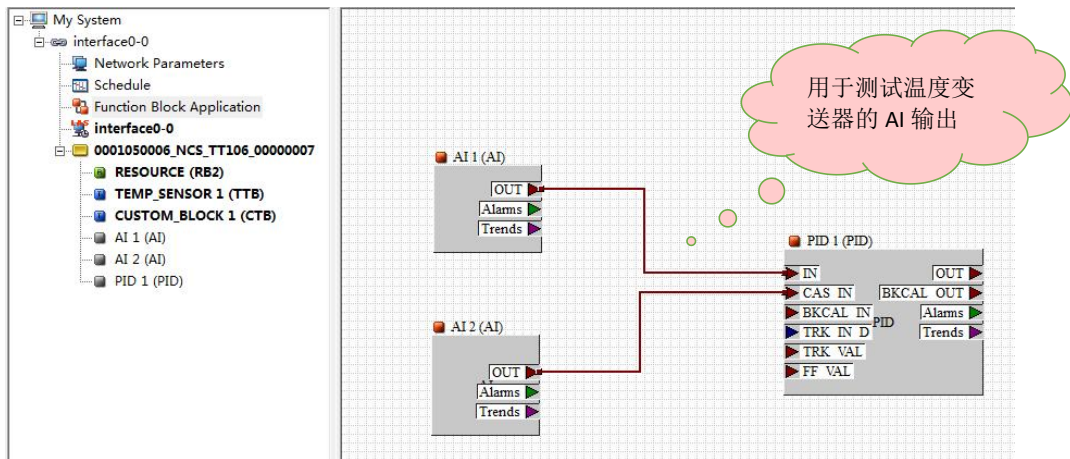

图 3.13 功能块组态图
(1) 在保证温度变送器变换块配置正确并且都处于 Auto 模式下，打开 NI 软件中的“Function Block Application”组态界面，将 AI1、AI2 和 PID 功能块拖入到组态界面内，连接 AI1 和 AI2 的 OUT 分别到 PID 的 IN 和 CAS\_IN。如下图 3.13 所示。